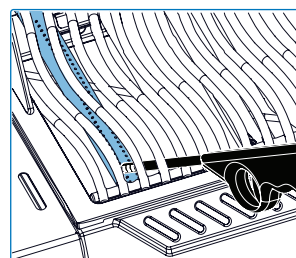

Fig. 11
4. Si la veilleuse et le brûleur ne s'allument pas en 5 secondes – tournez le bouton de commande dans le sens horaire jusqu'à la position ARRÊT. Attendez 5 minutes que le gaz se dissipe. Répétez les étapes 2 et 3, ou consultez les « Instructions d'allumage alternatives » ci-dessous (**Fig. 11, Fig. 12**).
1. Ouvrez le couvercle du brûleur/gril (**Fig. 11, Fig. 12**)